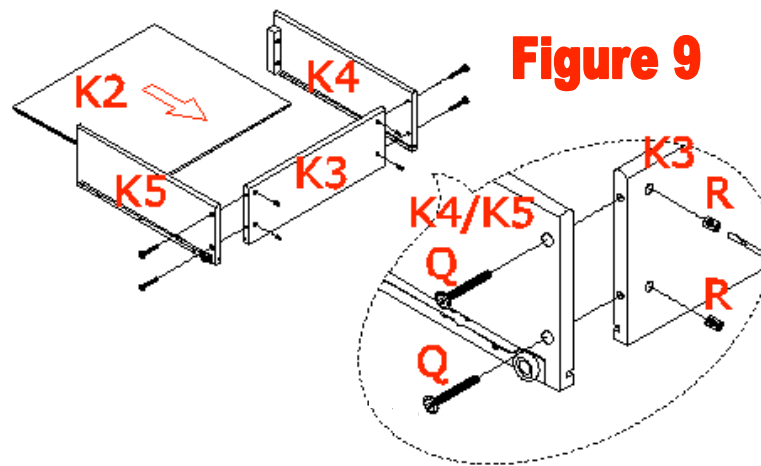

Figure 9
11. Insérez deux écrous à portée cylindriques (pièce R) à chaque extrémité du panneau arrière du tiroir (pièce K3). Veillez à ce que la longue coulisse de l'écrou à portée cylindrique soit placée vers l'extérieur et que la longue rainure soit parallèle au panneau vers l'extrémité du panneau arrière, tel qu'illustré à la figure 9.
12. Fixez le panneau arrière du tiroir (pièce K3) aux panneaux latéraux droit et gauche du tiroir (pièces K4 et K5) avec des boulons en insérant deux boulons de 1 po (pièce Q) dans les trous du panneau latéral du tiroir et à l'aide de l'écrou à portée cylindrique (pièce R), dans le panneau arrière du tiroir, tel qu'illustré à la figure 9.